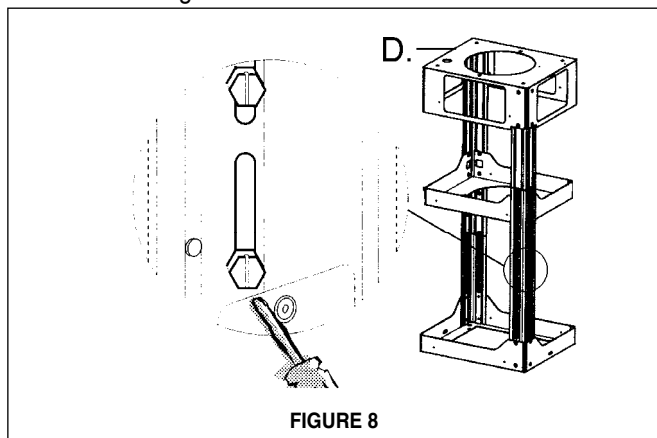

FIGURE 8
6. Déterminer l'emplacement approprié pour le câble d'alimentation, tel qu'il est indiqué sur le gabarit. Utiliser un foret de 1 1/4 po pour faire un trou et y passer le câble d'alimentation. Utiliser de la pâte à calfeutrer pour sceller tout autour du trou. **NE PAS mettre en circuit tant que l'installation n'est pas complétée.** Une pastille enfonçable est prévue en haut de le TREILLIS (D de la FIGURE 8) pour le câble d'alimentation.
8. Installer le TREILLIS (D de la FIGURE 8) au plafond en s'assurant qu'il le soit de façon sécuritaire. Déterminez la longueur désirée du TREILLIS et ajustez la longueur de l'appui en enlevant les quatre vis (de la FIGURE 8) avec un tournevis à lame plate. Une fois la longueur du TREILLIS est déterminée, installez et serrez les quatre vis.